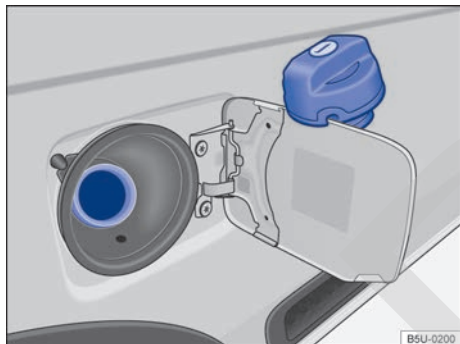

Fig. 138 Portezuela del depósito de combustible abierta con el tapón de cierre del depósito de combustible colgado.
- Gire tapa del depósito de combustible en sentido antihorario y cuélguela encima de la puerta del depósito de combustible → **fig. 138**.